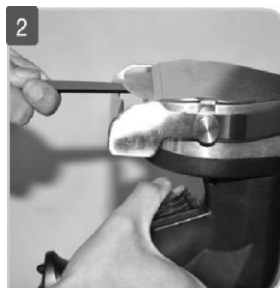

Рис.4 Заточка ножа.
Нож необходимо заточить с двух сторон, как показана на рис.4. Точильный камень необходимо расположить над или под направляющей (4). Для самого процесса заточки нажмите «Пуск» и слегка нажмите несколько раз на ручку наждака примерно на секунду (максимум на 2 секунды). Повторить до достижение необходимого результата.